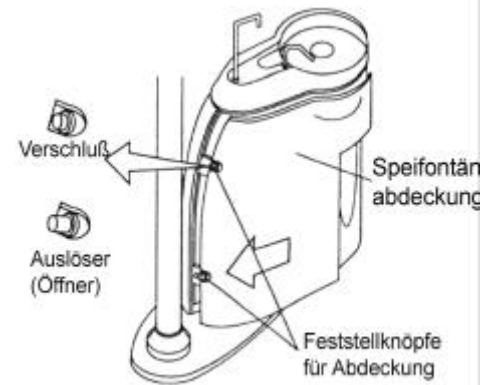

Abb. 3-9 Entfernen der Speifontänenabdeckung
(3) Speifontänengehäuse
A. Entfernen der Speifontänenabdeckung für die Wartung (Abb. 3-9)